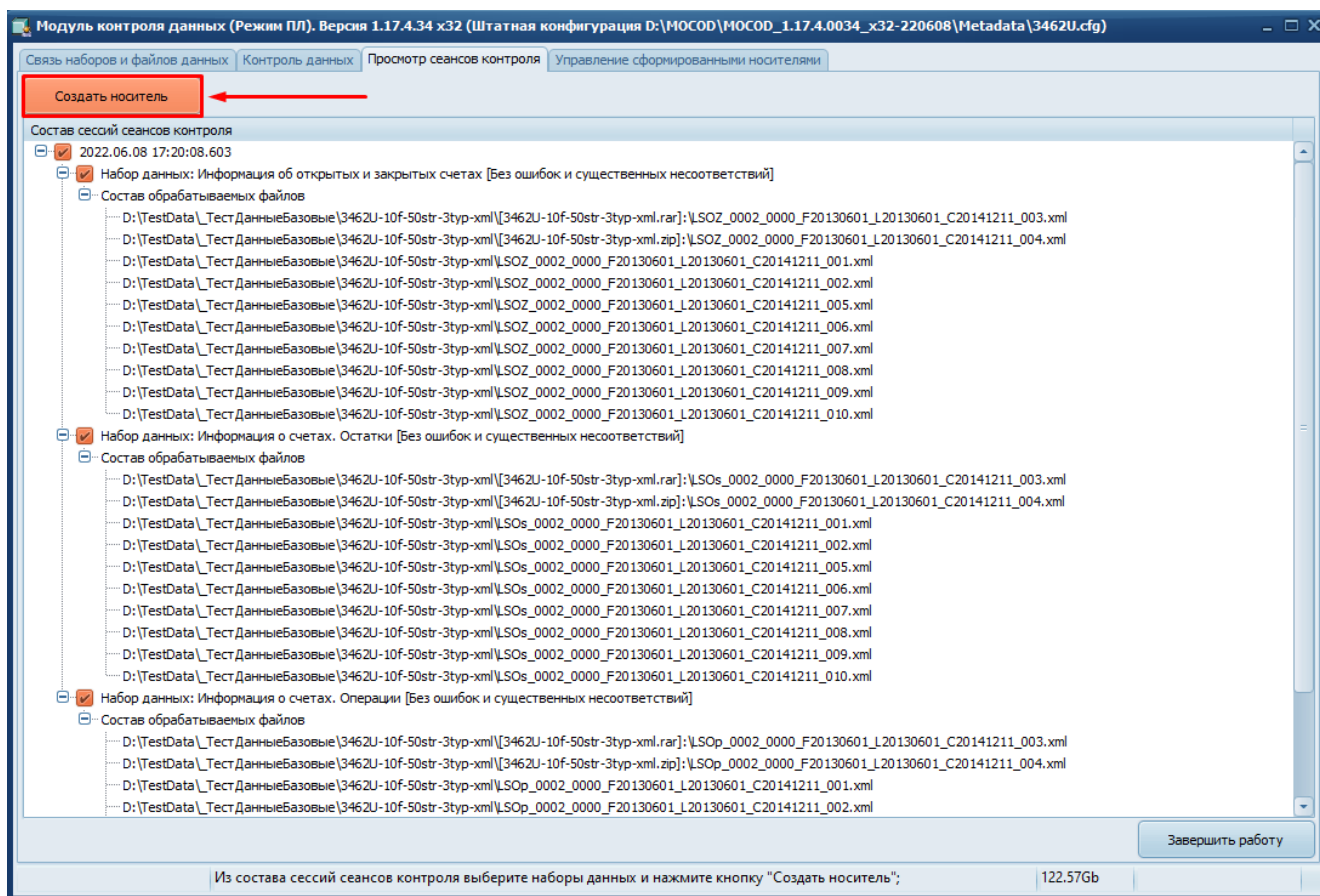

Рисунок 77 – Выбор наборов данных для создания носителя
2) Нажать кнопку «Создать носитель» (Рисунок 77).